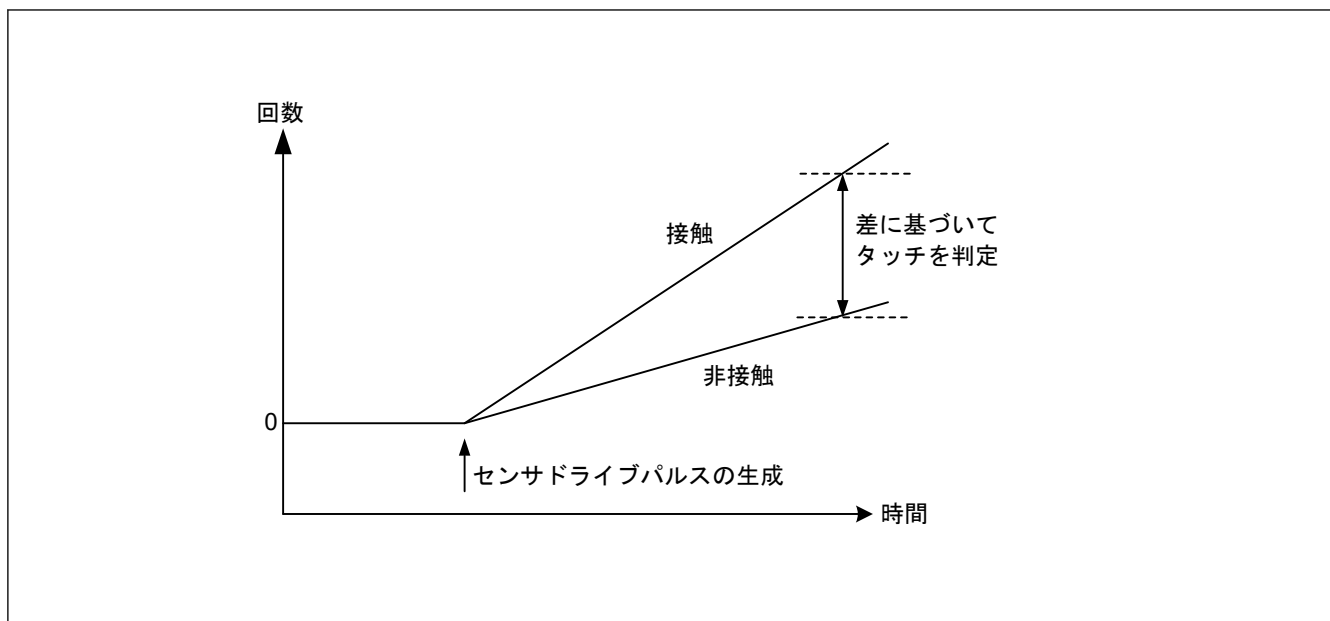

図 46.7 接触/非接触による計測値の変化
3. 充放電を切り替えることにより、スイッチドキャパシタフィルタに電流が流れます。この時点で指が接近していれば、容量および流れる電流が変化します。TSCAP 電源を生成する回路からスイッチドキャパシタフィルタに流れる電流に比例した制御電流を ICO に供給することで、クロックを生成します。カウンタは、指が接近しているかどうかにより変化するクロック周波数を計測します。ソフトウェアは、カウンタから読み出した値に基づき指の接触を判断します (図 46.7)。